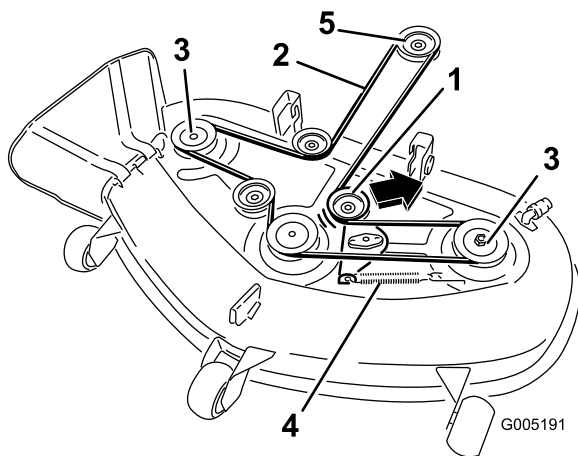

Bild 49
5. Ziehen Sie die Spannscheibe in die in Bild 49 angegebene Richtung und rollen den Riemen von den Scheiben ab.
6. Legen Sie den neuen Riemen um die Motor- und Mähwerkspannscheiben (Bild 49).
7. Ziehen Sie die Spannscheibe in die in Bild 49 angegebene Richtung und verlegen den Riemen um die andere Spannscheibe (Bild 49).